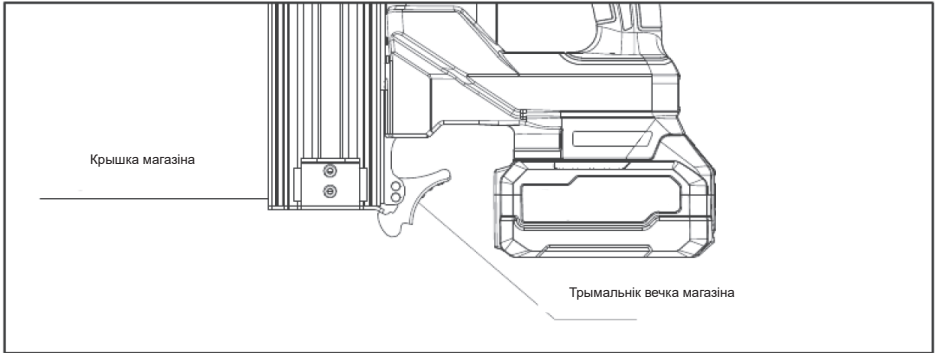

Рис. 22
- Апусціце магазин ад усіх мацаванняў (Рис. 22).